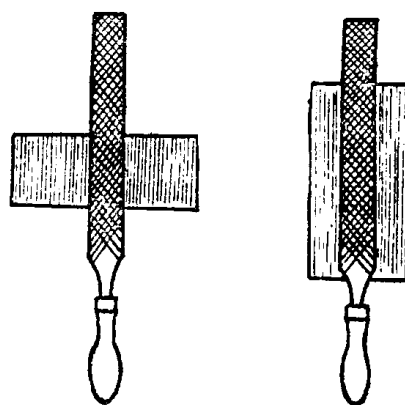

图 1-11 顺向锉
1. **顺向锉** 顺向锉是最基本的锉削方法，平面最后锉光和锉平都用此法，以获得较为整齐美观的锉痕（图 1-11）。